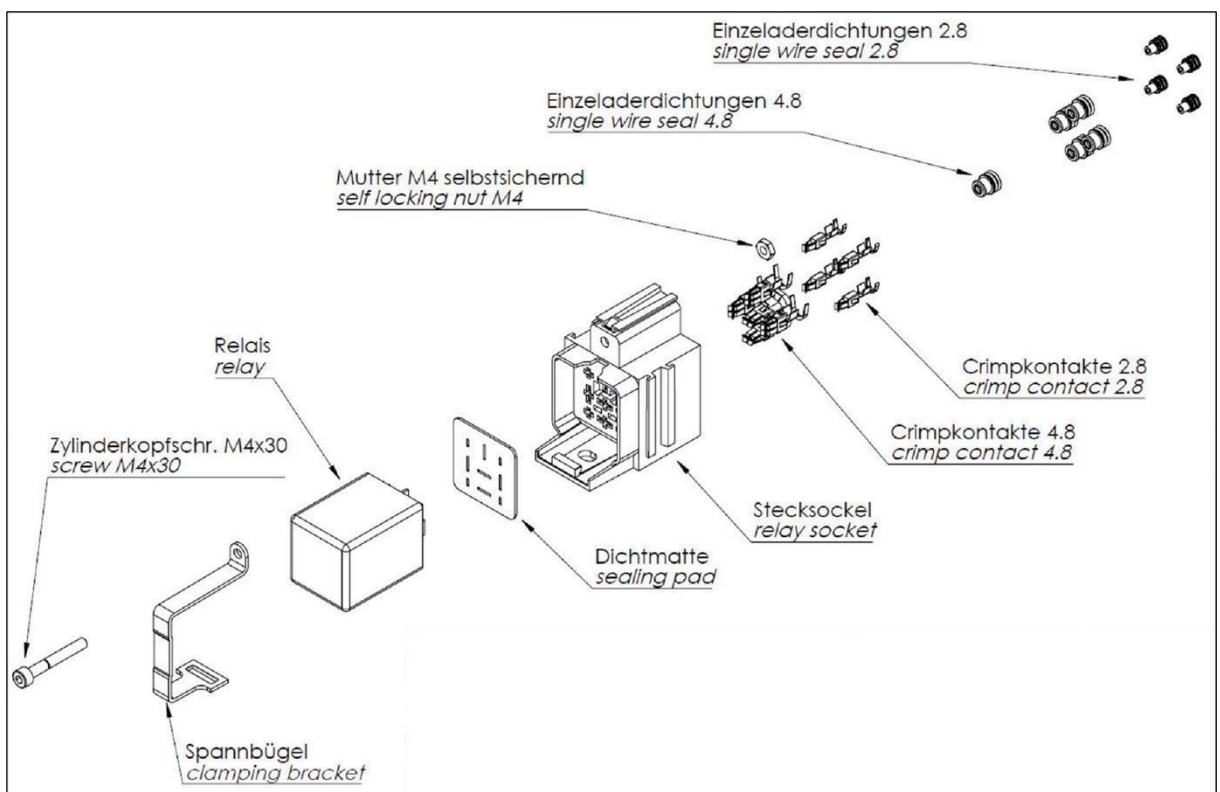
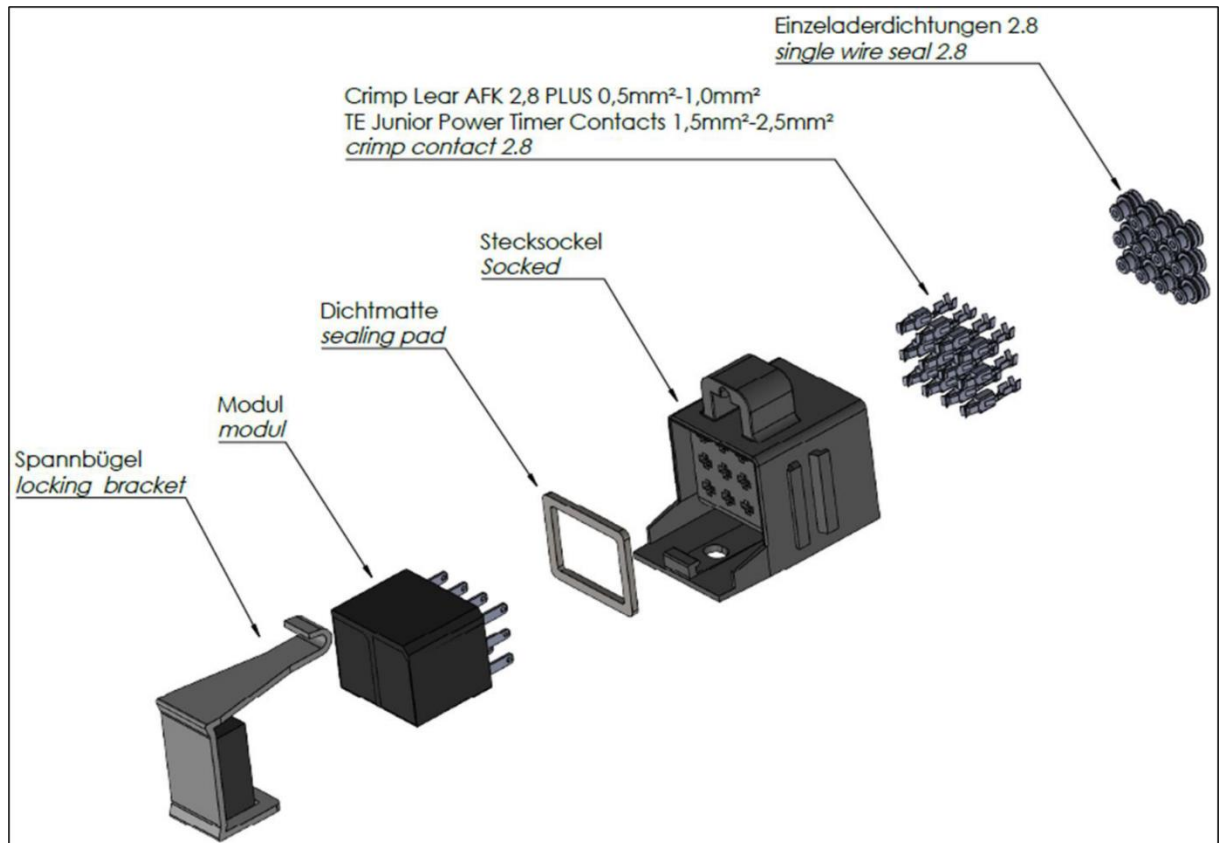

Abbildung 1: Explosionszeichnung wasserdichter Stecksockel (für Modul 1.017.010.24, 1.017.010.25, 1.017.010.30, 1.017.010.40 und 1.017.010.50).
Abbildung 2: Explosionszeichnung wasserdichter Stecksocket (für Modul 1.017.055).
- Siehe auch Abbildung 1 und Abbildung 2.